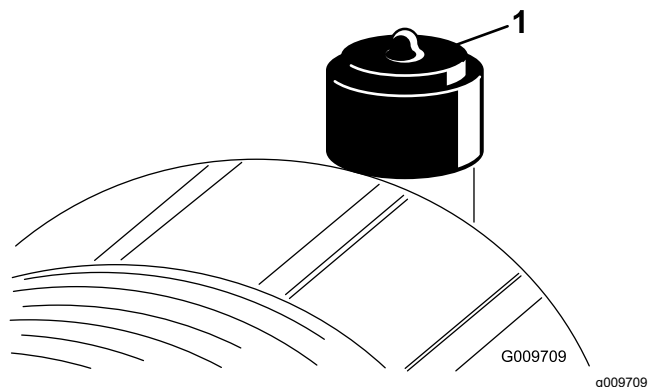

Figure 55
N'effectuez l'entretien de l'élément filtrant du filtre à air que lorsque l'indicateur de colmatage (Figure 55) indique que cela est nécessaire. Ne remplacez pas l'élément filtrant plus fréquemment que nécessaire ; cela ne fait qu'accroître le risque de contamination du moteur par des impuretés quand l'élément est déposé.
2. Réarmez l'indicateur de colmatage (Figure 55) s'il est rouge.